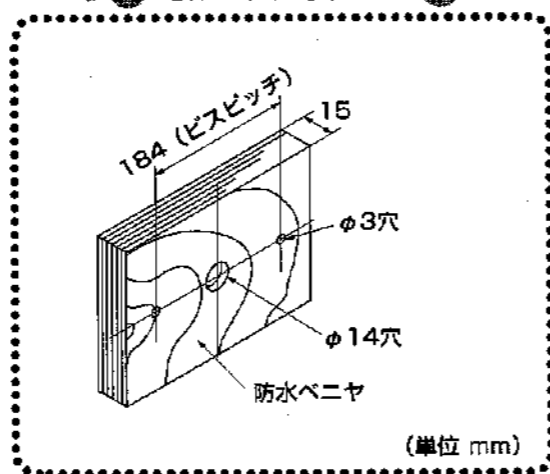

図1 リモコンケース固定用の穴あけ位置
(2) リモコンケース固定用の穴 (φ6、深さ25~30mm) をあけ、オールプラグを打ち込んでおきます (図1)。
(3) リモコンの化粧枠を取り外してください。